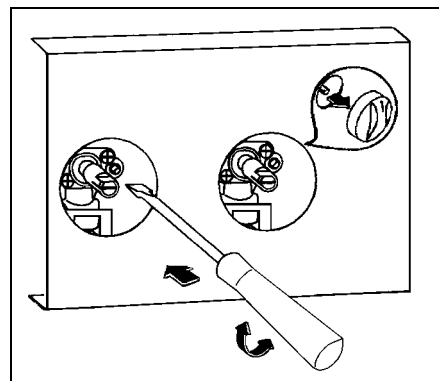

fig. 17
4. Se reglează debitul economic cu ajutorul unei șurubelnițe subțiri introdusă în șurubul de reglare aflat în dreapta robinetului până la obținerea unei flăcări de 5 mm (fig.17). În cazul gazului lichefiat (GPL) șurubul de reglare se rotește complet în sensul acelor de ceasornic.